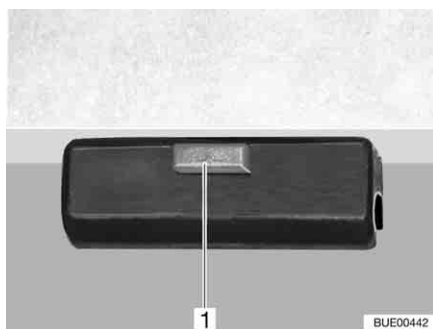

Fig. 105 Bloqueo
- Soltar el bloqueo (Fig. 105,1) del tablero de la mesa.